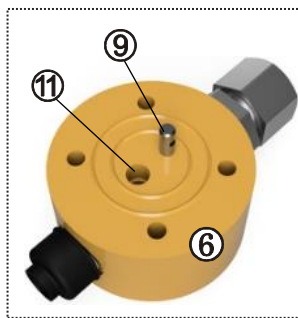
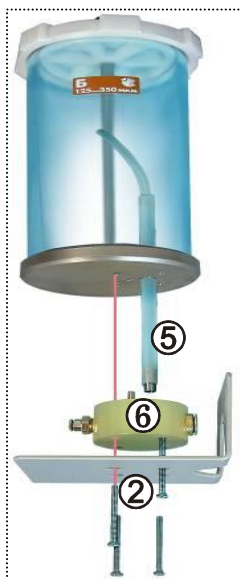

Рис. 4 Корпусные составляющие шайбы
Рис. 5 Крепление МС
• **Заборный штуцер (9). Шайбу (4): (Рис. 1, Рис. 4, Рис. 5)**
- Открутите опору (2) гайками-барашками;
- открутите ручку (4), снимите крышку (3) и высыпьте абразив;
- выкрутите 4 винта снизу опоры (2) и снимите шайбу (6);
- замените вышедшие из строя штуцер (9) и/или шайбу (6);
- при замене шайбы переставьте в отверстие (11) трубку (5);
- установите шайбу (6) на место и закрутите винты.